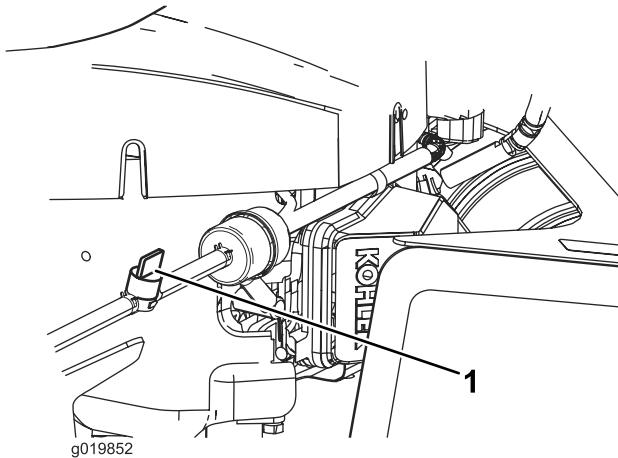

Figura 38
4. Ruotate la valvola di intercettazione del carburante in posizione chiusa (Figura 38).
5. Premete le estremità della fascetta stringitubo sul lato del motore della valvola di intercettazione e allontanatele dalla valvola facendole scorrere sul tubo di alimentazione (Figura 38).
6. Togliete i tubi del carburante dalla valvola (Figura 38). Aprite la valvola d'intercettazione del carburante e lasciate fuoriuscire la benzina in una tanica o bacinella di spurgo.
3. Ruotate la valvola di intercettazione del carburante in posizione chiusa (Figura 38).
7. Ruotate la valvola di intercettazione del carburante in posizione aperta (Figura 38).